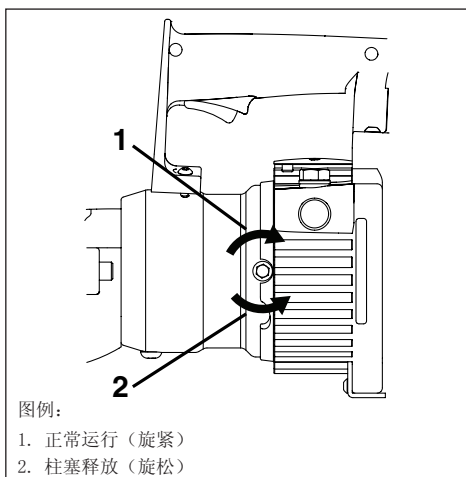

图 4，柱塞释放螺栓
使用切断机之前，应检查柱塞释放螺栓是否已经顺时针完全旋紧。应使用 8mm 六角扳手。参见图 4。
3. 确保柱塞释放螺栓已经顺时针完全拧紧。参见图 4。